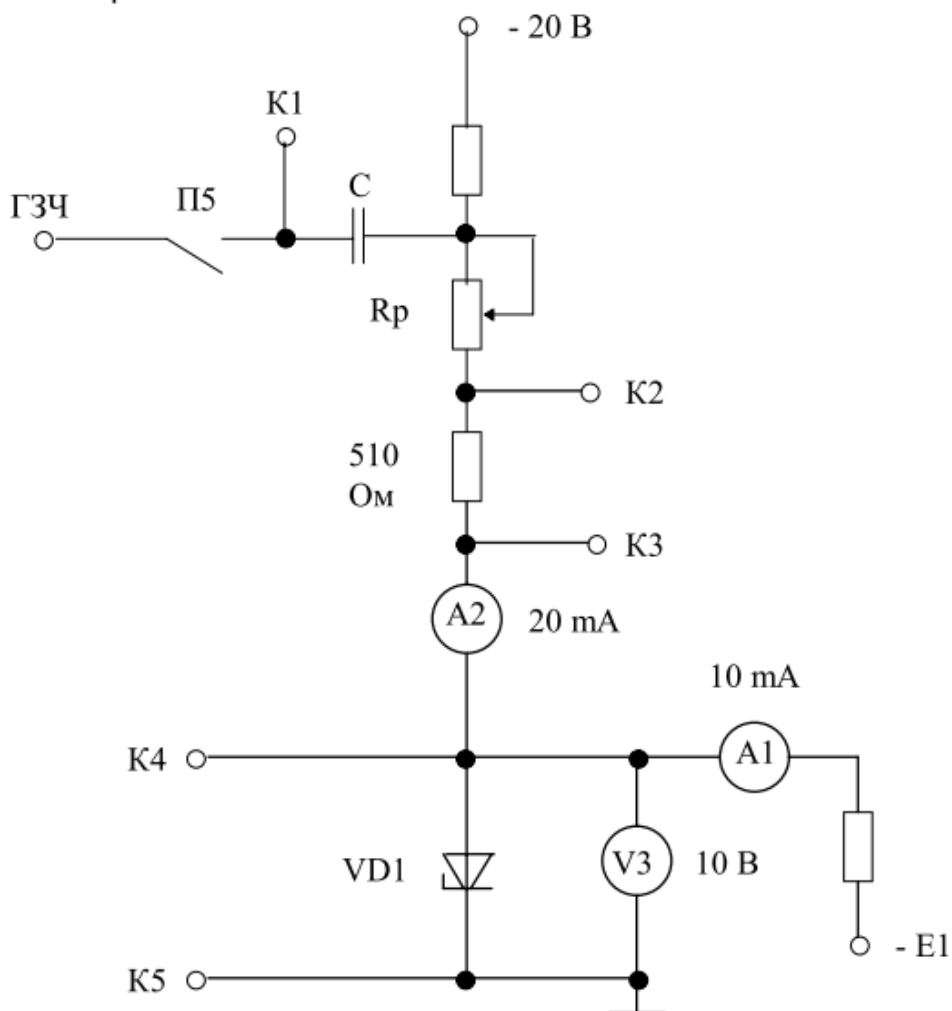

Рис. 2.3. Принципиальная электрическая схема сменного блока СБ-2
1. Ознакомиться с принципиальной схемой для исследования стабилитрона и параметрического стабилизатора напряжения, представленной на рис.2.3 и собранной в сменном блоке СБ-2.